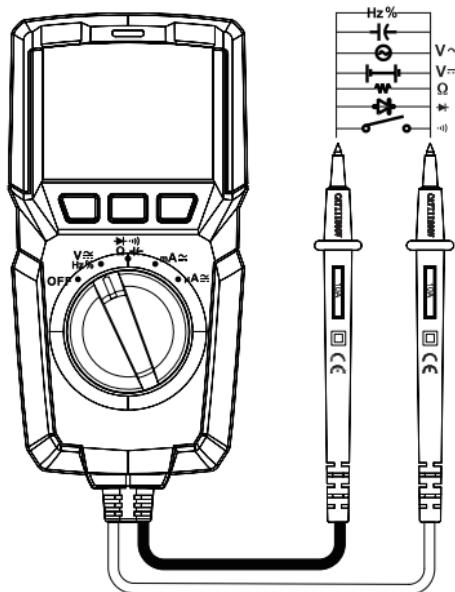

Fig. 1
Structure (voir la Fig. 1)
3. Brancher les deux pointes de touche à l'objet à mesurer Fig. 1
2. Brancher le câble de mesure en parallèle à la résistance Fig. 1
2. Brancher les deux pointes de touche à l'objet à mesurer Fig. 1
2. Mettre les pointes de touche en contact avec l'objet à mesurer et si possible respecter la polarité si elle est connue, par ex. dans le cas d'une diode la pointe de touche rouge sur l'anode et la noire sur la cathode Fig 1.
2. Appliquer les pointes de touche à l'objet de la mesure Fig. 1.
2. Appliquer les pointes de touche à l'objet de la mesure Fig. 1. En fonction du mode de mesure sélectionné, la fréquence (Hz/kHz/MHz) ou le rapport de palpation (%) s'affiche.